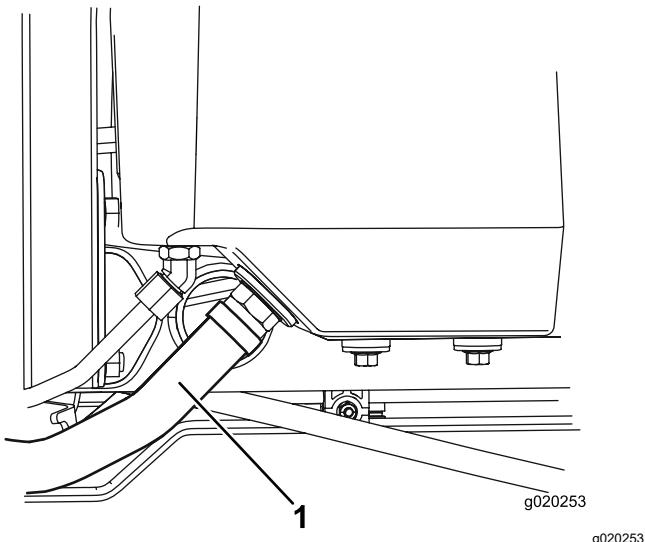

Figura 78
2. Scollegate il flessibile idraulico grande (Figura 78) dal serbatoio e lasciate fuoriuscire il fluido idraulico nella bacinella.